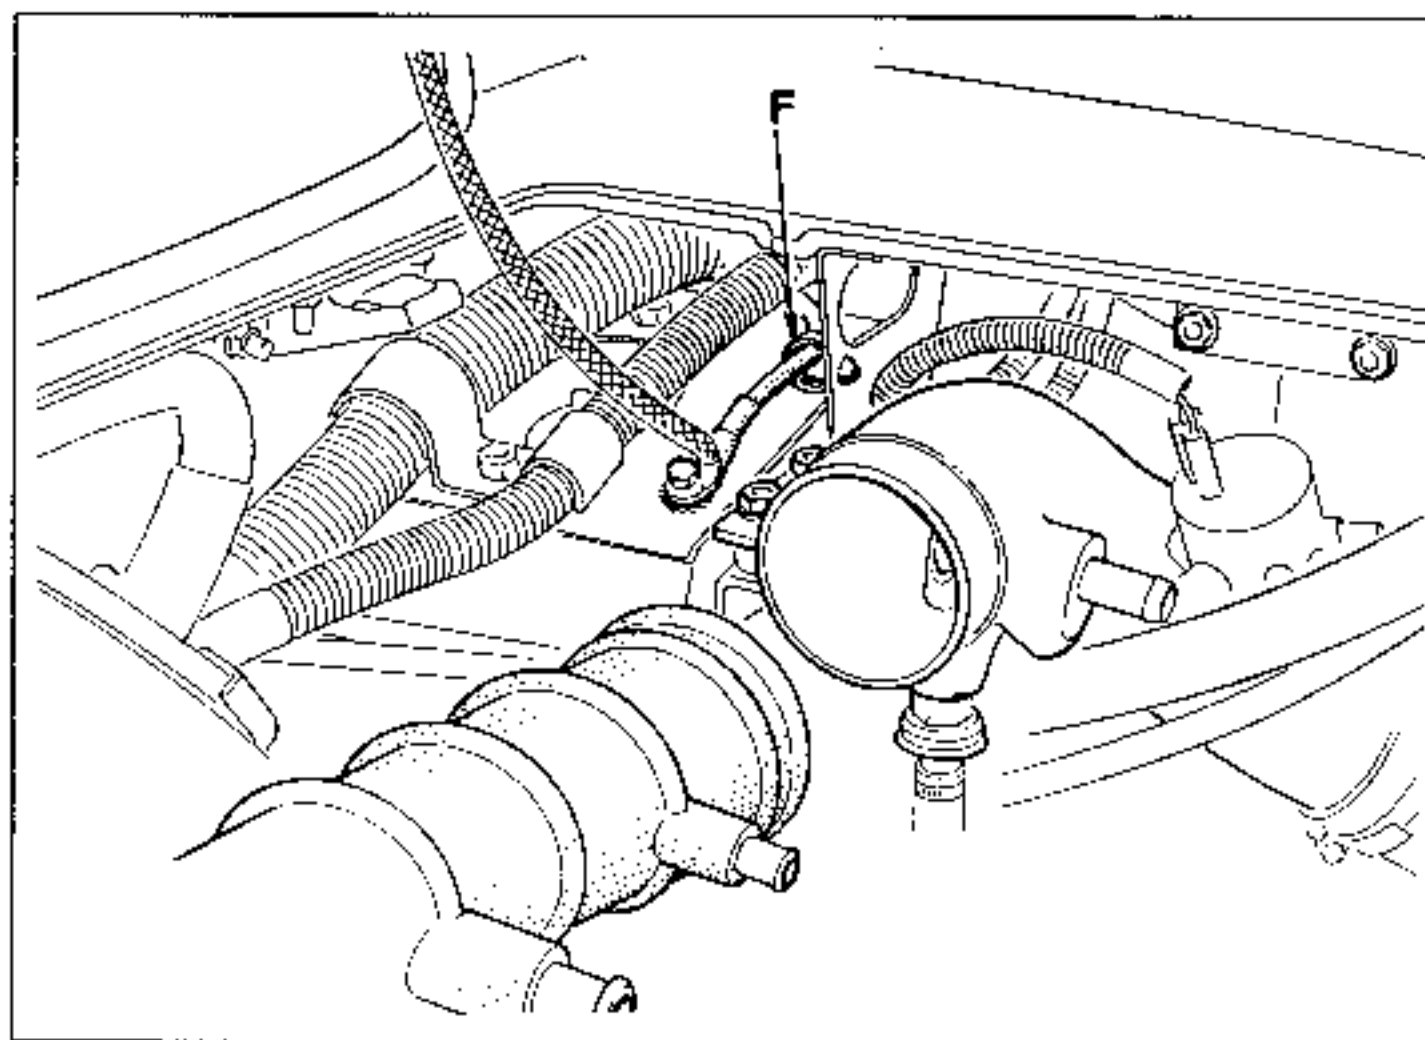

Fig.3
- Placer un collier de maintien (F) (Fig.3).